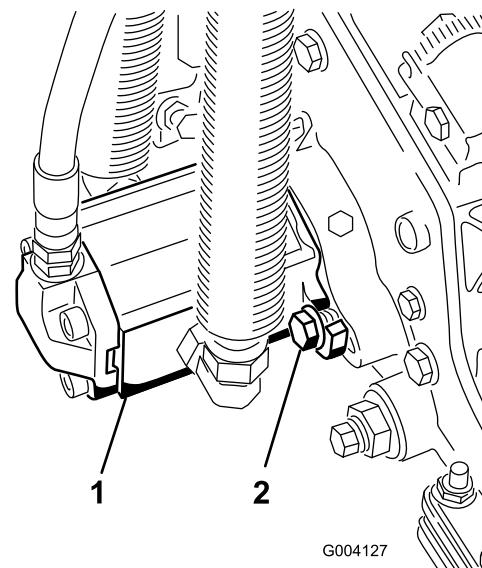

図 11
15. モータを手に持ち、右回りにひねってモータのフランジをキャップスクリュから逃がしながら、キャップスクリュにモータをセットする（図 11）。モータを左回りにひねつて、キャップスクリュにフランジをしっかりと掛け、キャップスクリュを締めてモータを固定する。